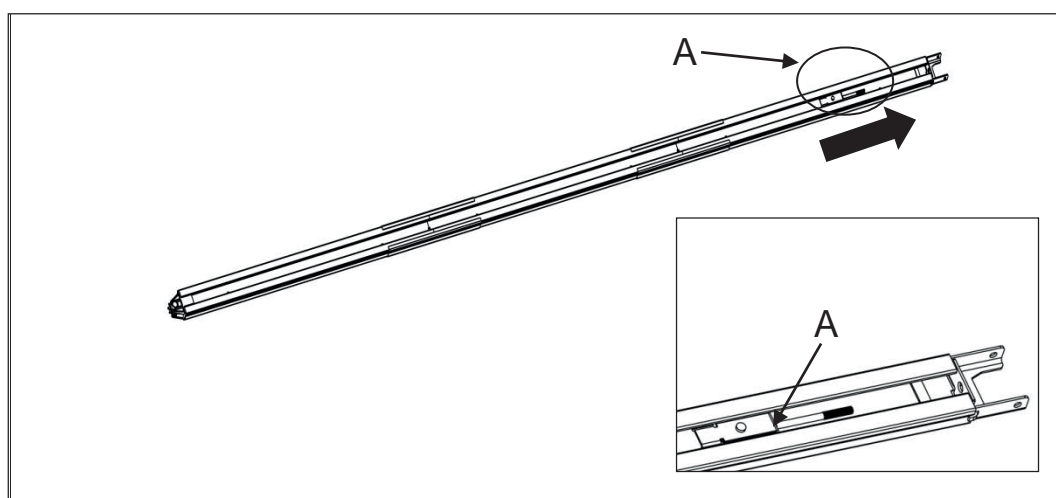

Fig. 9
4. Comme sur la figure 9, tirez la tige filetée "A" avec la chaîne intérieure à la fin de la traverse supérieure;